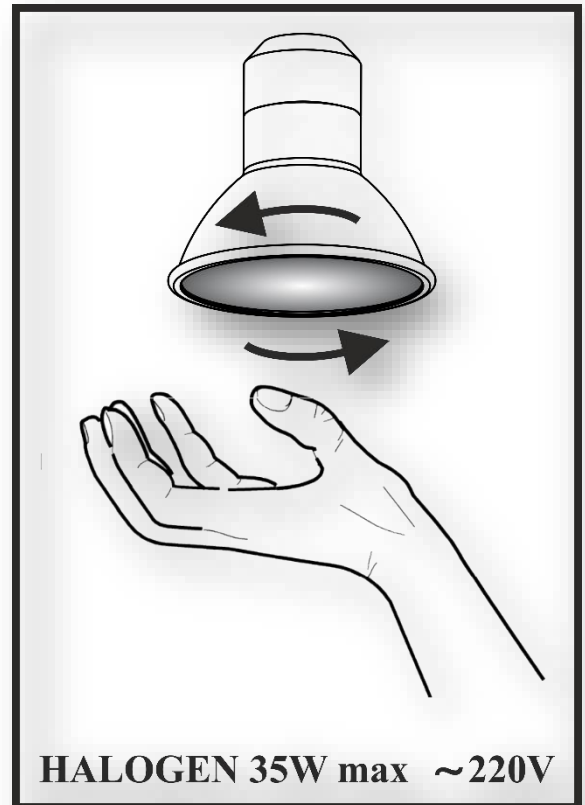

Рис.7
7.12 На витяжці встановленні **HALOGEN** лампи підсвітки робочої зони плити. Перед початком заміни ламп освітлення необхідно відключити витяжку від електромережі, дати можливість охолонути лампам. Для заміни лампи необхідно зняти алюмінієві фільтри, відтиснути тримач патрона так, щоб лампа вийшла з корпусу витяжки і повернувши її проти годинникової стрілки (**рис.7**). Замість неї необхідно встановити нову з тими ж характеристиками і встановити фільтри.